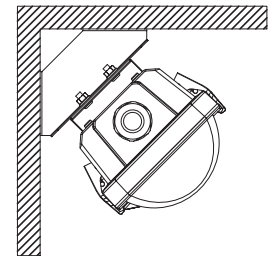

Figure 10
3. Snap the housing on the surface mounting bracket as shown in Figure 10.
3. Enclenchez le boîtier sur le support de montage en surface comme indiqué dans la figure 10.